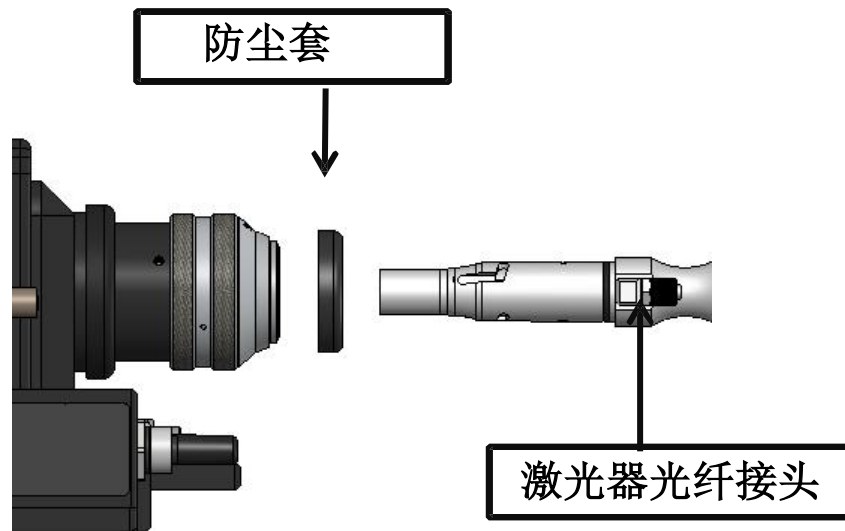

图1.6
- ① 将切割头水平放置，取下头子上的白色帽子与静电贴，取出防尘密封塞和防尘套，如下图1.6所示：